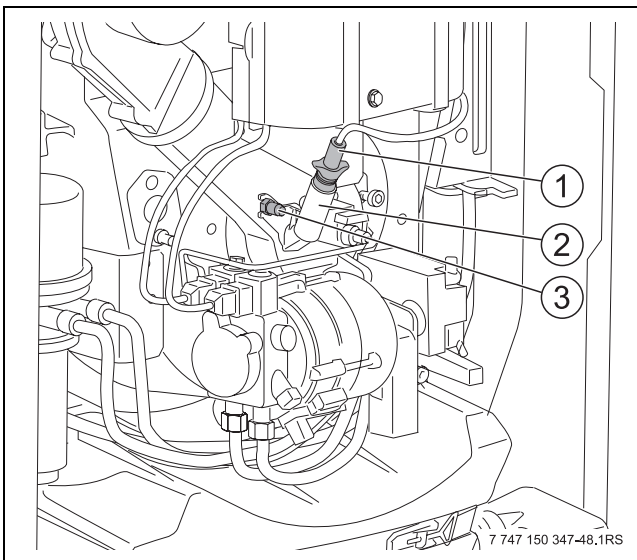

Bild 67 Flammenfühler demontieren
- ▶ Messnippel für statischen Gebläsedruck (→ Bild 67, Seite 67, [3]) abschrauben.